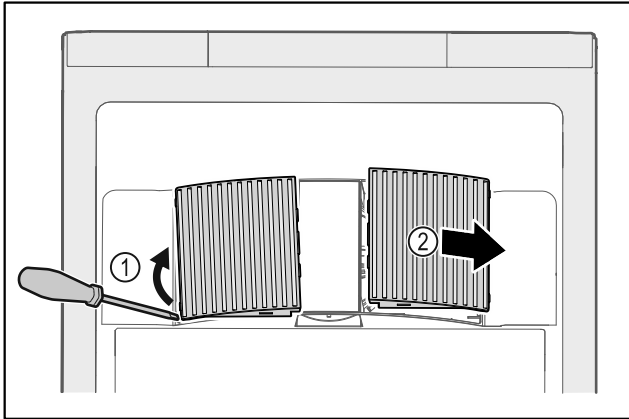

Fig. 47
- ▶ Pokrov ventilatorja previdno dvignite s strani Fig. 47 (1) in ga odstranite v smeri naprej Fig. 47 (2).